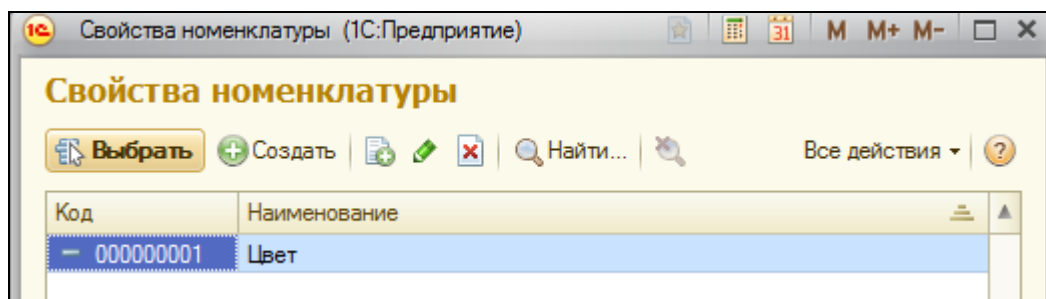

Рисунок 6.24 Состав варианта номенклатуры
7. В окне выбора плана видов характеристик появилась созданная характеристика (рис. 6.24).